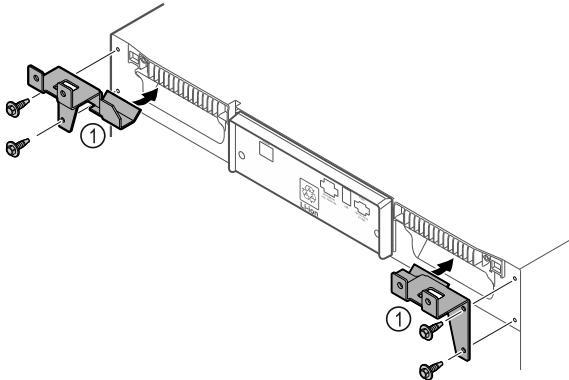

Fig. 8
- ▶ Halteteile Fig. 8 (1) mit beiliegenden Schrauben am Gerät montieren.